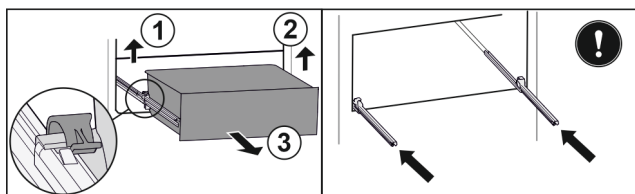

Fig. 155
- ▶ Podnieść lewy zacisk i wysunąć jednocześnie szufladę po lewej do przodu. Fig. 155 (1)
- ▶ Podnieść prawy zacisk i wysunąć jednocześnie szufladę po prawej do przodu. Fig. 155 (2)
- ▶ Wyjąć szufladę do przodu. Fig. 155 (3)